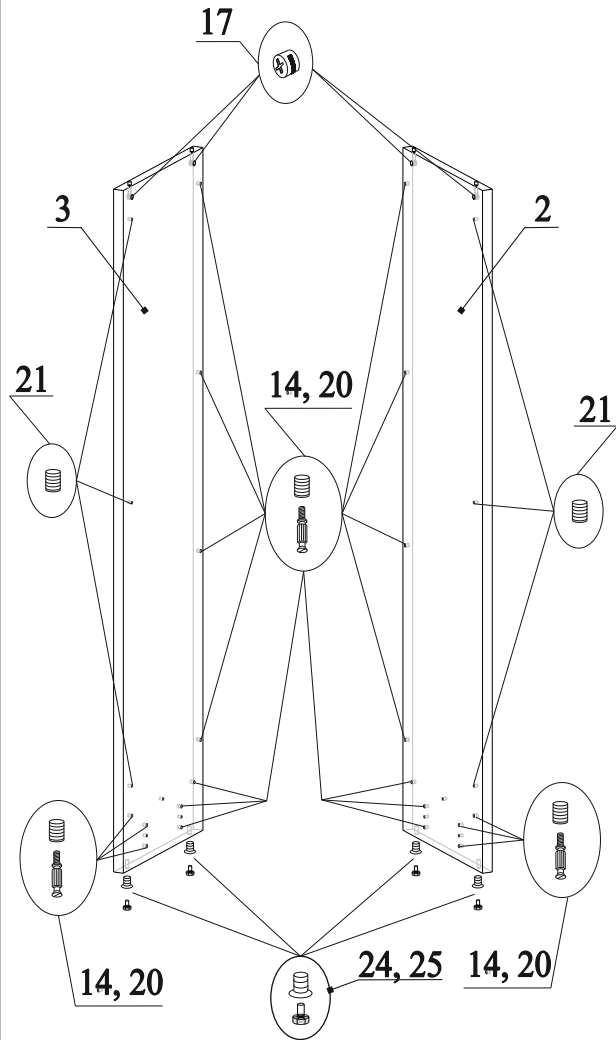

Рис.3
2. В отверстия на деталях 2 и 3 вбить муфты 21 (рис.3);
3. В отверстия на деталях 2 и 3 вбить муфты 20 и вкрутить в них дюбеля 14 (рис.3);
4. В отверстия на деталях 2 и 3 вставить эксцентрики 17 стрелками к торцевым отверстиям (рис.3);
5. В нижний торец деталей 2 и 3 закрутить футорку 24 и вкрутить в нее опору 25 (рис.3);